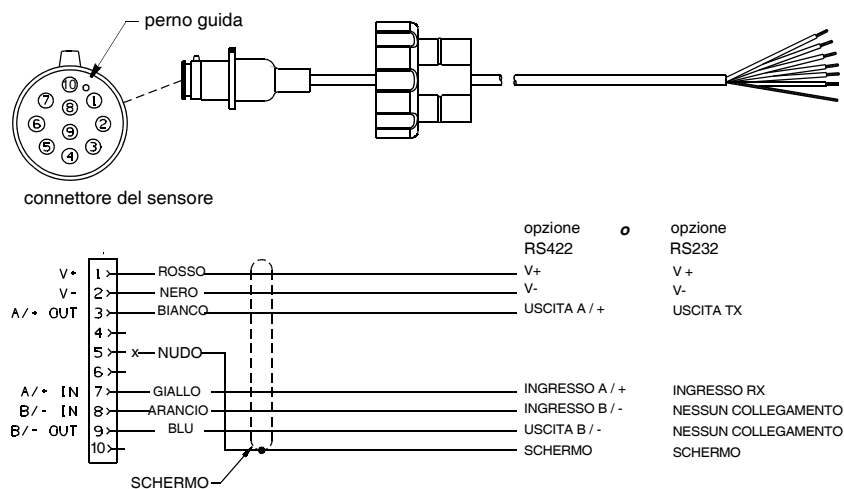

Figura 4. Cavo sensore NMEA 0183
Se il cavo del sensore non dispone di un connettore per il display, occorre un cablaggio fisso. Seguendo le istruzioni contenute nel manuale dell'utente fornito con il display, collegate i fili colorati come mostrato nella Figura 4.
ATTENZIONE: Il vostro sensore dispone di un'interfaccia RS-422 o RS-232. Attenetevi allo schema di cablaggio della Figura 4 corrispondente al vostro sensore. Se viene eseguito il cablaggio per l'interfaccia sbagliata, il sensore non sarà in grado di ricevere e trasmettere i dati correttamente.
2. Spellate la guaina esterna per 60 mm (2-1/2") e ripiegate lo schermo dell'estremità tagliata (Figura 4).